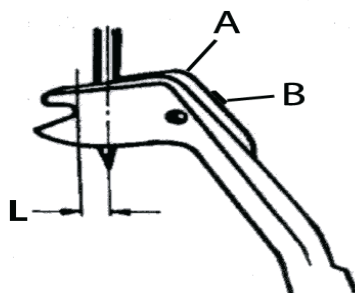

Fig. 4
The spreader should closely pass behind the lower looper and in front of the needle without touching them. The thread hook (A) Fig. 4 in its up and down movement should closely pass behind the needle without touching it. For adjustment loosen the screws (B) Fig. 4 and move the thread hook as required. Set the distance (L) Fig. 4 between spreader and needle. For adjustment loosen the two screws (E) Fig. 1, in the lower looper drive lever and move as required to obtain the desired dimension.
Der Obergreifer soll dicht hinter dem Untergreifer vorbeigehen, ohne diesen zu berühren (Papierstärkenspiel), desgleichen dicht vor der Nadel. Der Fadenhaken (A) Fig. 4 soll in seiner Auf- und Abwärtsbewegung dicht hinter der Nadel vorbeigehen, ohne diese zu berühren. Zum Einstellen lösen Sie die Schraube (B) Fig. 4 und bewegen Sie den Fadenhaken in die entsprechende Richtung. Stellen Sie den Abstand (L) Fig. 4 zwischen Obergreifer und Nadel ein. Zum Einstellen lösen Sie die beiden Schrauben (E) Fig. 1, im Greiferantriebshebel und bewegen Sie diesen um die gewünschte Abmessung zu erhalten.